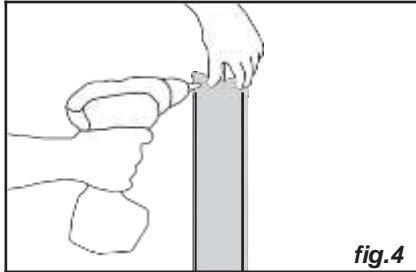

fig.4
- Perfurar a parede, colocar as buchas e aparafusar à parede, começando pela tampa inferior, o núcleo de alumínio e a tampa superior (fig.4).